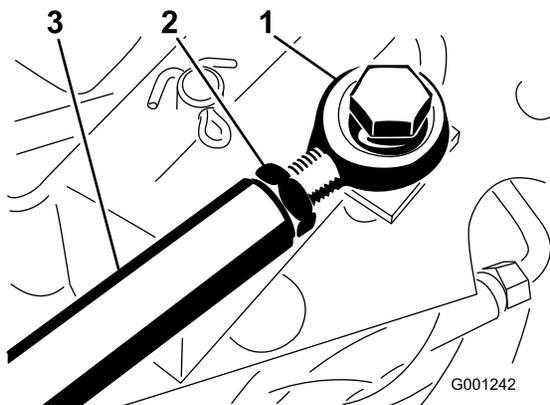

図 82
さらに調整が必要な場合は、走行ロッド(図 82)の調整を以下の要領で行う
2. ロッドの端部を走行ロッドに固定しているジャムナットをゆるめる(図 82)
4. ジャムナット(図 82)を締め、ボルトとナットでロッド端を走行ペダルに固定してペダルの角度を固定する。